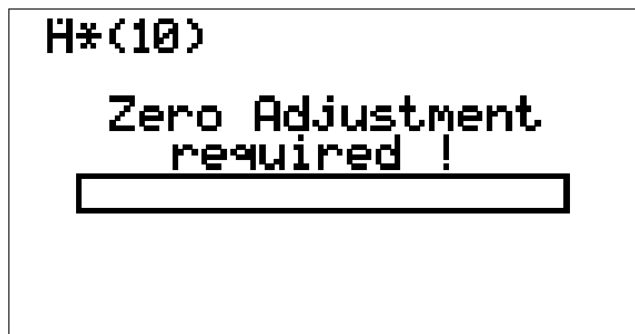

Fig. 10) Solicitud de ajuste del punto cero.
Cuando se enciende el equipo al girar el conmutador de rangos de medición (15), el equipo requiere automáticamente un ajuste del punto cero (véase la Fig. 10).